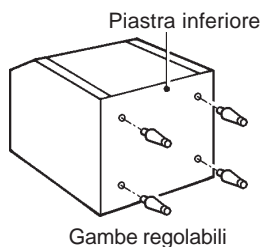

Fig. 2
- 1) Avvitare completamente le quattro gambe fornite (accessorio vasca) nel lato inferiore della vasca di raccolta del ghiaccio. Ved. Fig. 2.